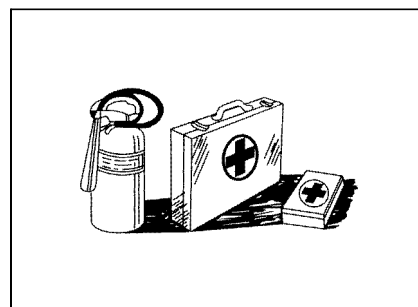

Рис.1-34
- На рабочем месте следует готовить ящик скорой помощи, который следует регулярно проверить, при необходимости добавить лекарства (рис. 1-34).